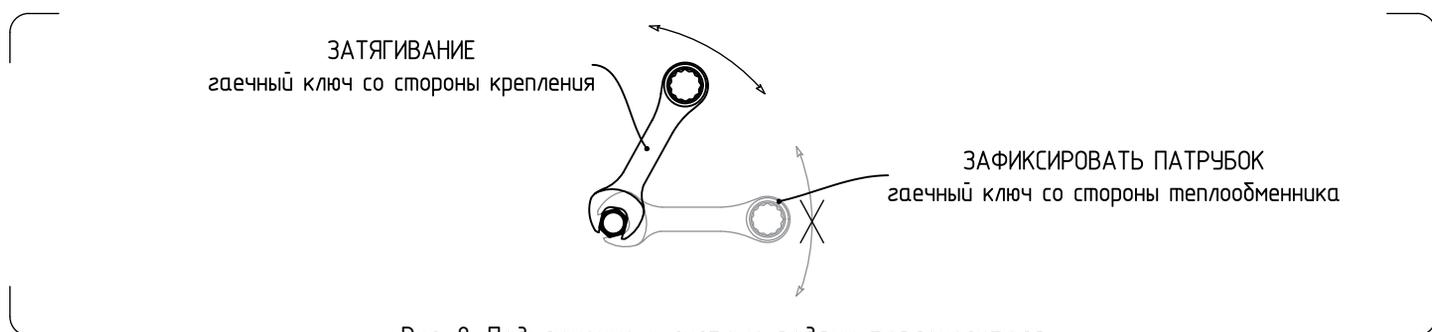

Рис. 8. Подключение к системе подачи теплоносителя
- При подключении к системе подачи теплоносителя необходимо обеспечить защиту присоединительного патрубка теплообменника от воздействия крутящего момента (Рис. 8). Масса прокладываемых трубопроводов не должна создавать нагрузки на патрубки теплообменника.